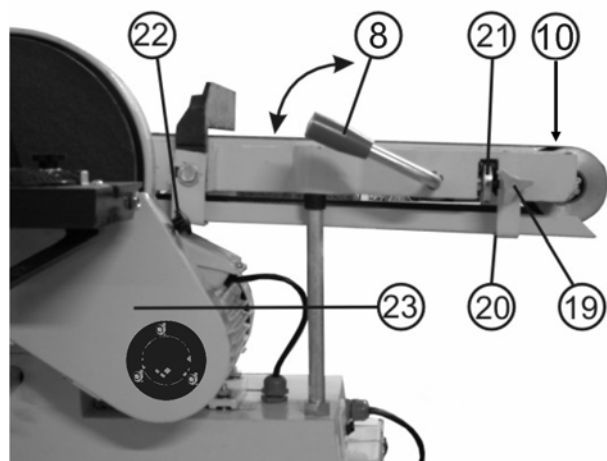

Рис.15
### 12.2. Замена шлифовальной бумаги на диске (Рис. 15, 16)
Ослабьте фиксирующий винт (22) и откройте крышку (23) кожуха ремня, Рис.15.
### 12.3. Замена клинового ремня (Рис.15, 16,)
12.3.1. Ослабьте фиксирующий винт (22) и откройте крышку (23), Рис.15.
12.3.7. В обратном порядке установите и закрепите диск (5), Рис.15.
12.3.8. Закройте крышку (23) кожуха ремня и затяните фиксирующий винт (22), Рис.15.